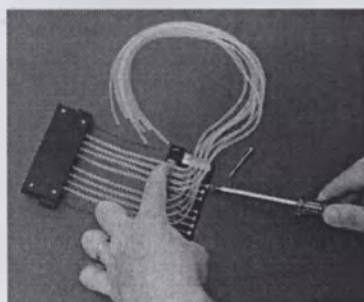

Рисунок 5-38. Завинчивание калибровочных винтов
10. Завинтите калибровочные винты из предыдущего комплекта трубок в предназначенных для них местах с помощью отвертки для винтов с шестигранной головкой (рисунок 5-38).